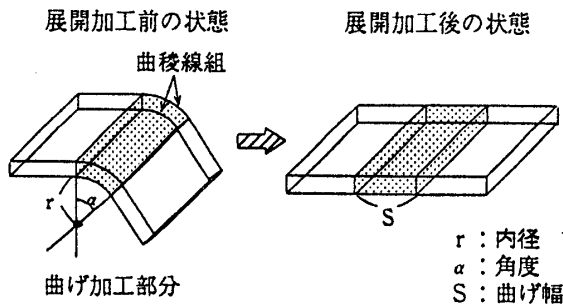

図1 展開加工
展開加工処理とは、板金物体をz-x平面に平行な面を基準に、全ての曲げ加工部分を自動的に展開する処理である(図1参照)。
(1)同じ中心点を持つ曲稜線のうち、2稜線の距離が板金の厚みと等しいものを、曲稜線組とする(図1参照)。